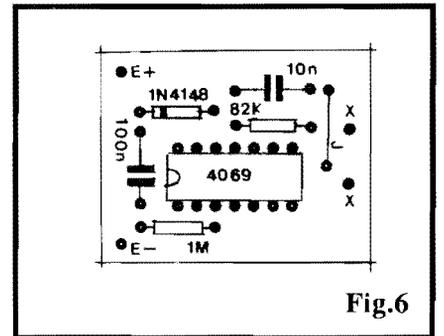

Fig.6
- **FIG. 6 - DIAGRAMAS BÁSICOS DE INSTALAÇÃO FÍSICA...** - Conforme já foi dito desde o início da presente matéria, a utilização do SESEQ "casa" direitinho com a prévia instalação do BRAKE LIGHT SUPERMÁQUINA (projeto já descrito, em Edição anterior de APE...). Assim, dependendo unicamente de como e onde o dito BRAKE LIGHT já se encontra instalado, uma das quatro sugestões práticas mostradas nas opções 6-A, 6-B, 6-C ou 6-D poderá ser adotada, com excelentes resultados estéticos, funcionais, visuais e de segurança... Em qualquer caso, recomenda-se a colocação dos dois módulos SESEQ na parte *alta*, elevada, do vidro traseiro do veículo, enfatizando sua visualização pelos motoristas dos veículos que venham atrás... É bom também não esquecer de posicionar as "setas" internas dos *displays* dos SESEQ (que correspondem ao sentido dinâmico do sequenciamento...) sempre apontando para "fora", conforme sugerem os diagramas/exemplos... Finalizando essa etapa, mesmo que o Leitor não possua, instalado no seu carro, a anterior BL (BRAKE LIGHT), ainda assim as quatro sugestões mostradas continuam válidas, em termos do posicionamento/ instalação dos dois SESEQs...
- FIG. 6 - "CHAPEADO" DA MONTAGEM - MÓDULO "B" - Também vista pela sua face não cobreada, a plaquinha do módulo B mostra a colocação plenamente identificada de todas as suas peças (menos o transdutor piezo, que fica *fora* da placa...). Tanto o Integrado quanto o diodo são polarizados, tendo posição única e certa para inserção/soldagem... Atenção, portanto, ao posicionamento da extremidade marcada do 4069 e à orientação da extremidade de **catodo** (marcada) do 1N4148... Quanto aos resistores e capacitores (não polarizados, no caso...), cuidado para não trocar as suas posições relativas... Não esquecer do único *jumper*, codificado como J, e que não passa de um mero pedacinho de fio isolado, interligando